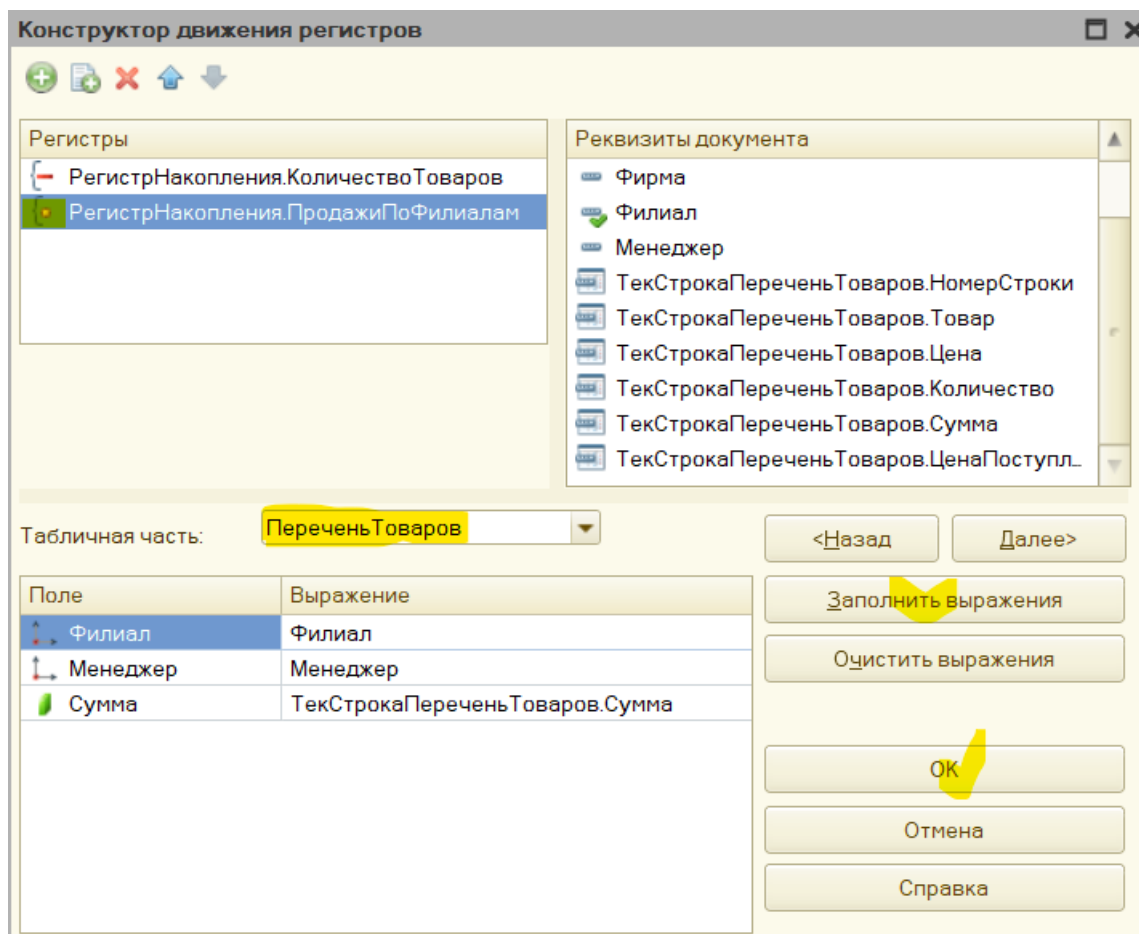

Рис. 3.43. Окно конструктора движений регистров
4. В окне конструктора отображаются ранее сформированные соответствия полей регистра КоличествоТоваров и реквизитов документа ПродажаТоваров. Сейчас в список регистров следует добавить еще один — ПродажиПоФилиалам, а далее в нем необходимо выбрать табличную часть и заполнить выражения для полей данного регистра (рис. 3.43).